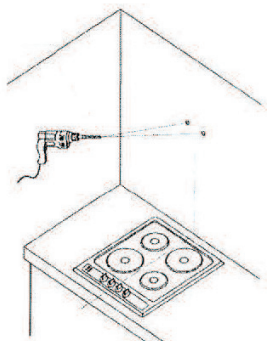

Рис. 2
2. Прикрепите вытяжку задней поверхностью к стене при помощи саморезов с дюбелями из монтажного комплекта (Рис. 2).